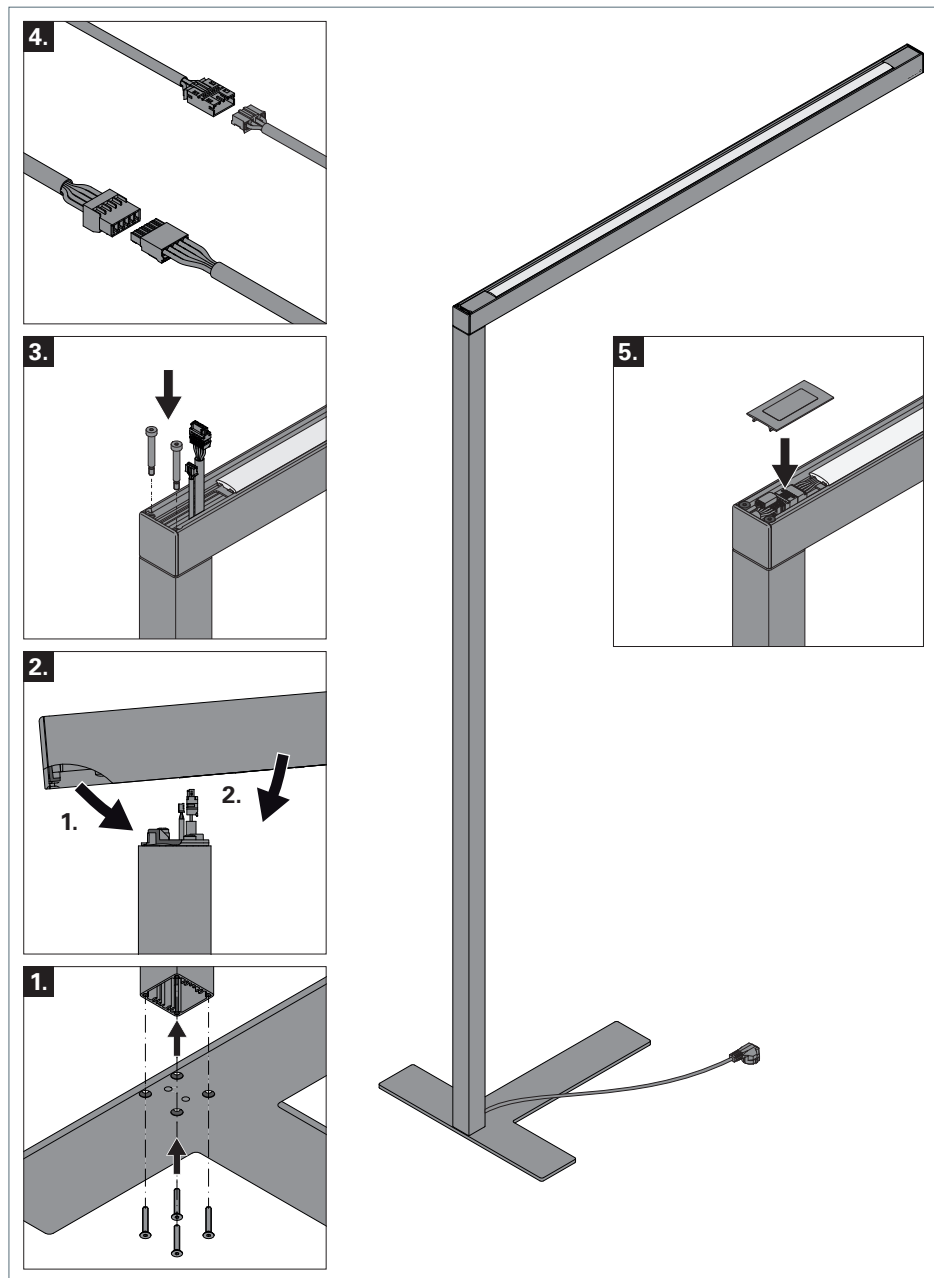

Fig. 1: Montaggio della STRAIGHT.single STS.
- ▶ Montare il tubo verticale con le quattro viti in dotazione direttamente sulla base dell'apparecchio, vedi fig. 1, raffigurazione **1**. Coppia torcente: 3 Nm $\pm$ 10%.
- ▶ Condurre le linee dal basso, attraverso l'apertura nella testa dell'apparecchio, e appendere quest'ultima in modo che risulti leggermente inclinata verso l'alto, nell'alloggiamento del tubo verticale, vedi fig. 1, raffigurazione **2**.
- ▶ Fissare la testa dell'apparecchio con le due viti al tubo verticale. In tale ambito, serrare le viti, finché le loro teste siano adiacenti alla testa dell'apparecchio, vedi fig. 1, raffigurazione **3**.
- ▶ Collegare entrambi i connettori con le boccole corrispondenti, vedi fig. 1, raffigurazione **4**.
- ▶ Agganciare la copertura dall'alto sulla testa dell'apparecchio, vedi fig. 1, raffigurazione **5**.